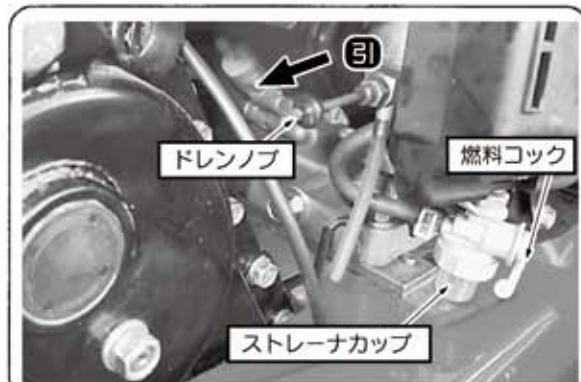

図42
①本機を30日以上お使いにならないときは燃料の変質による始動不良等を防止するために燃料タンク内のガソリンはポンプなどを使用して抜取り、キャブレター内は燃料ドレンノブを引いて、ストレーナカップは外して全部抜取ってください。（図42、43）